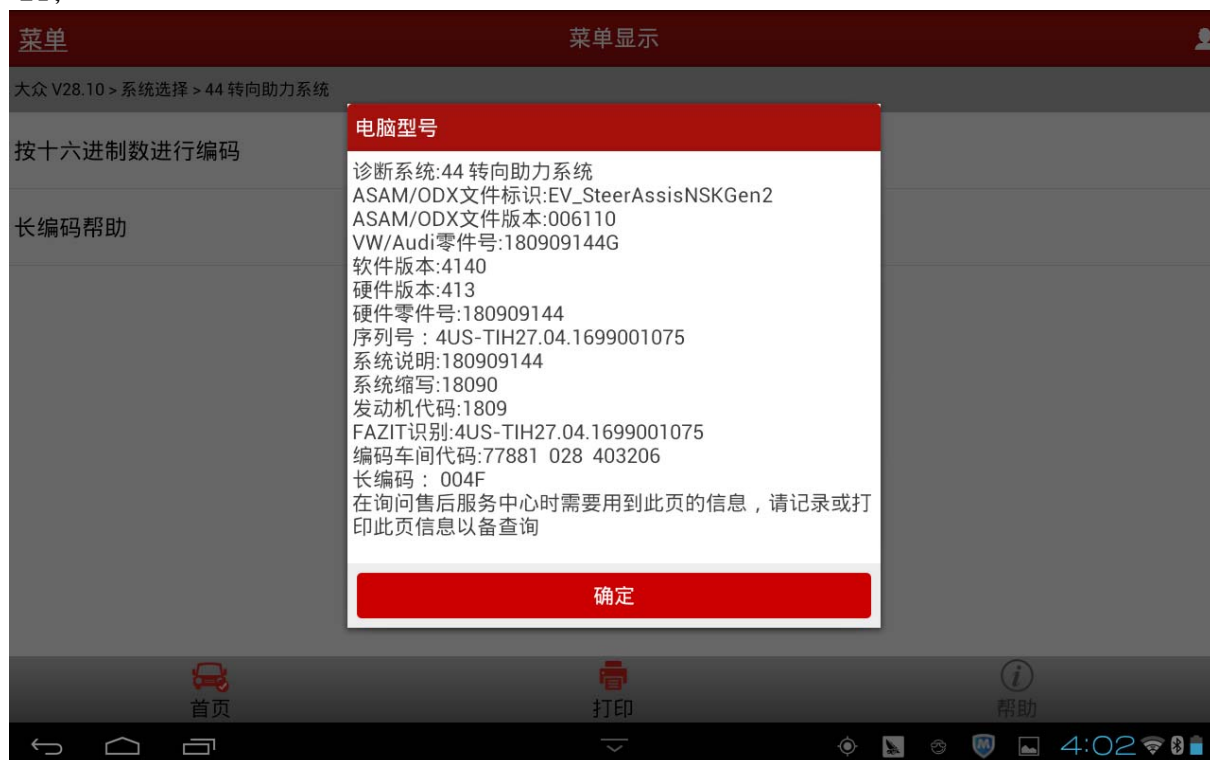

图 21
- 4). 最后提示“编码成功”即可。重新读取 ECU 电脑型号，确定长编码 004F 编码成功，如图 21；